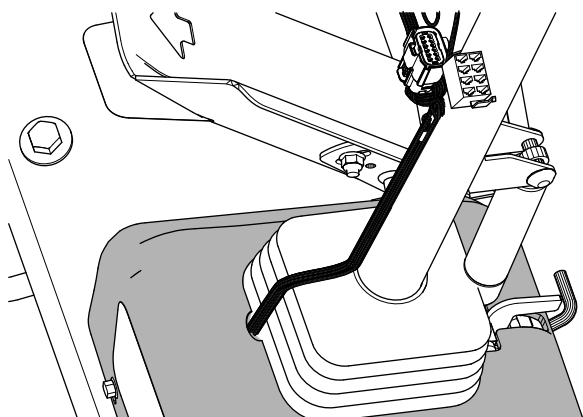

Figure 22
6. Baissez le soufflet et fixez le bas dans le couvercle du mécanisme de direction (Figure 22).